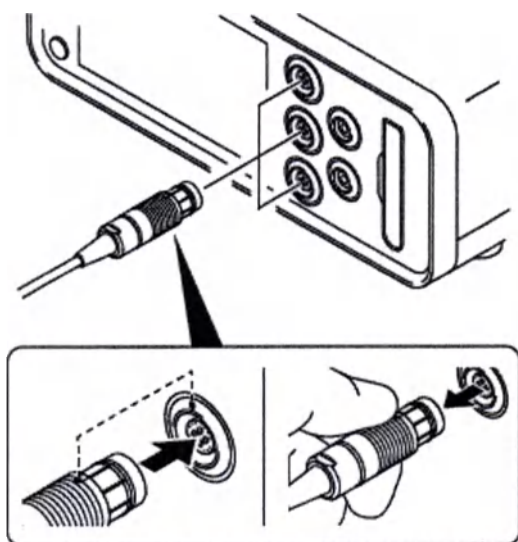

Рисунок 6 – Подключение/отключение двигателя
- Двигатель (-и) (Рисунок 6)
- Двигатель(-и) (Рисунок 6)